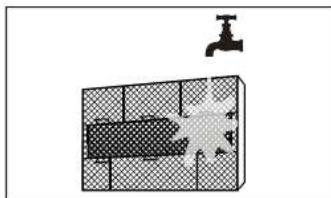

fig. 20 -
5. Lave os filtros principais com água ou aspire-os "fig. 20 -". Deixe os filtros secarem completamente, evitando a exposição directa à luz solar.